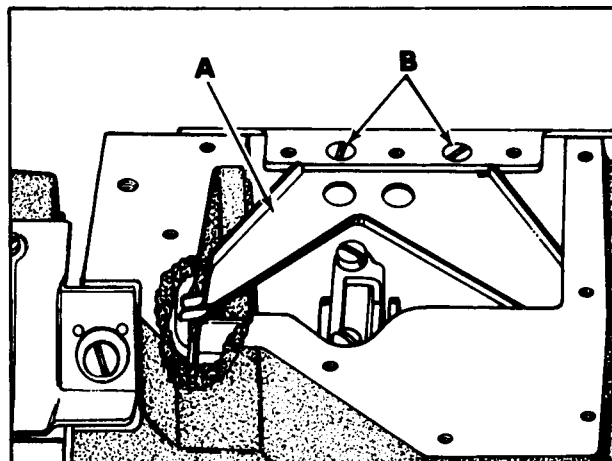

Fig 19
La lámina que suministra el aceite (A, Fig. 19) está ubicada en la cámara de aceite y debe ser posicionada con sus puntas en la parte rebajada de la carcasa, lo máximo hacia la izquierda como sea posible sin tocar. La lámina tiene ranuras para montarla y puede ser ajustada a la posición requerida aflojando (2) tornillos (B) en la parte superior trasera del depósito del aceite. Después hay que apretar los tornillos otra vez.